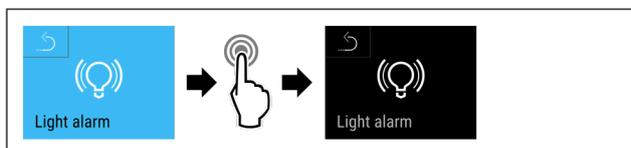

Fig. 153
- u Handlungsschritte (siehe Fig. 153) durchführen.